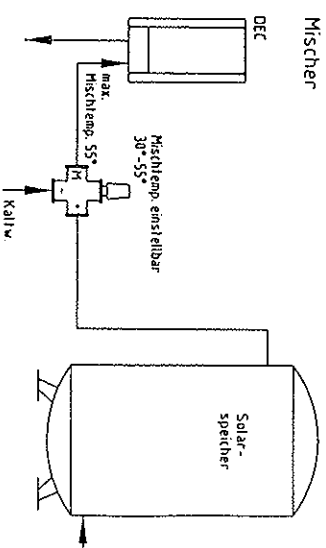

Abb.23: Einbauschema
- ⇒ Für die solare Anwendung müssen die Zubehörteile Wassereintrittsfühler und Solararmatur (Mischer) oder eine andere geeignete Mischarmatur eingesetzt werden. (Einbauschema siehe Abb.23)